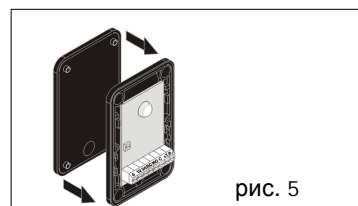

рис. 5
- 5 - Соберите уплотнение и фотоэлементы; (рис. 5).